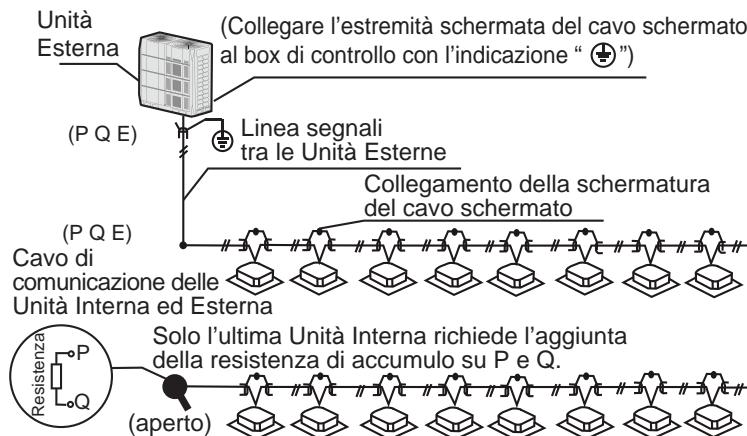

Fig. 6.6
- Le Unità Interna ed Esterna comunicano tramite la porta seriale RS485. Il cablaggio di comunicazione tra le Unità Interna ed Esterna deve essere effettuato un'Unità dopo l'altra, in una catena che parte dall'Unità Esterna fino all'Unità Interna finale. La schermatura deve essere collegata alla Terra in modo corretto; una resistenza di accumulo deve essere aggiunta all'Unità Interna, per migliorare la stabilità del sistema di comunicazione (vedi Fig. 6.6). Un cablaggio improprio come ad esempio un collegamento a stella o ad anello chiuso provoca l'instabilità del sistema di comunicazione e anomalie del sistema di controllo.